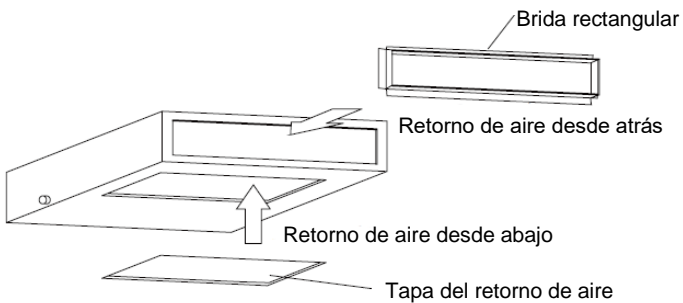

Fig. 11
- a. La brida del retorno de aire rectangular viene instalada de serie en la parte trasera de la unidad y el retorno de aire inferior está tapado (ver Fig.11).